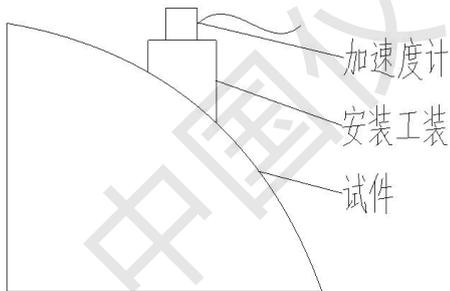
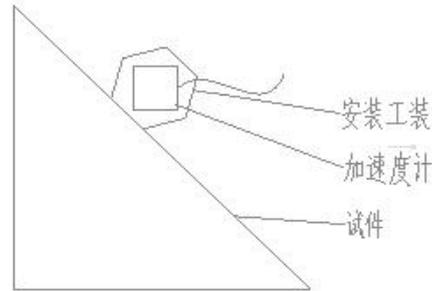

图 2 曲面安装示意图
图 3 斜面安装示意图
- 4)特殊情况：当安装面为斜面或曲面时，需提前加工安装工装，将安装工装与安装面安装牢固后，再进行加速度计的安装，斜面安装示意图见图 2，曲面安装示意图见图 3；